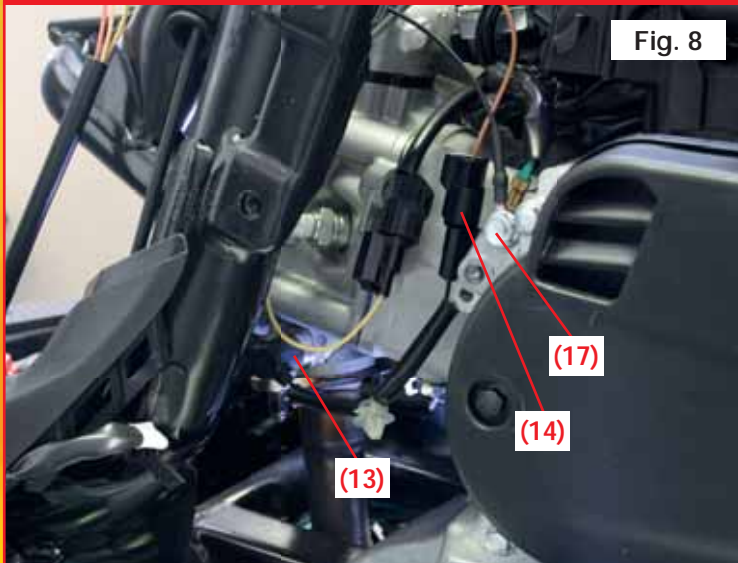
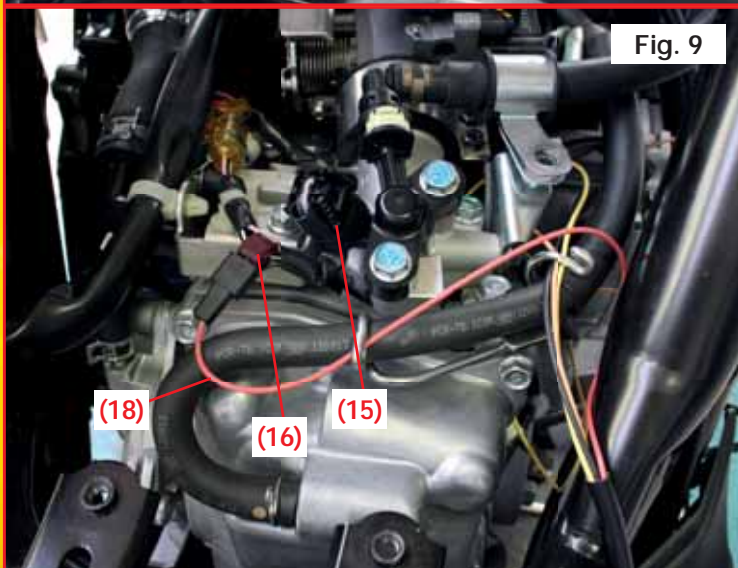

Fig. 8
Fig. 9
- Individuare nella testa del veicolo la sonda lambda (13) (Fig. 8)
- Seguire il cablaggio fino al connettore (14)
- Individuare l'iniettore (15) (Fig. 9)
- Collegare il cavo rosso (18) proveniente dalla centralina al rubacorrente (16) (Fig. 9)
- Collegare l'occhiello sopra al nodo di massa (17) posizionato sul carter motore (Fig. 8)
- Locate the lambda sensor (13) on the vehicle head (Fig. 8)
- Follow the lambda cable until you reach its connector (14)
- Disconnect the injector connector (15) (Fig. 9)
- Connect the red wire (18) which comes from the CDI to the electrical tap connector (16) (Fig. 9)
- Please connect the eyelet to the ground node (17) located on the crankcase (Fig. 8).
- Trouver la sonde lambda (13) sur la culasse du véhicule (Fig. 8)
- Suivre le câblage jusqu'au connecteur (14)
- Trouver l'injecteur (15) (Fig. 9)
- Connectez le câble rouge (18) en provenance du boîtier électronique à l'aiguille prise de tension (6) (Fig. 9)
- Connecter l'œillet sur le nœud de masse (17) positionné sur le carter (Fig. 8)
- Die Lambdasonde (13) im vorderen Teil des Fahrzeugs ermitteln (Abb. 8)
- Die Kabelverbindung bis zum Konnektor (14) führen
- Den Injektor (15) ermitteln (Abb. 9)
- Das rote Kabel (18) des Schaltkastens an die Kabelklemme (16) anschließen (Abb. 9)
- Die Öse über dem Masseknoten (17) auf dem Motorgehäuse anbringen (Abb. 8)
- Identifique en el cabezal del vehículo la sonda lambda (13) (Fig. 8)
- Siga el cableado hasta el conector (14)
- Identifique el inyector (15) (Fig. 9).
- Conectar el cable rojo (18) procedente de la centralita al roba corriente (16) (Fig. 9)
- Poner el ojal sobre del cable de masa (17) situado en el carter motor (Fig. 8)